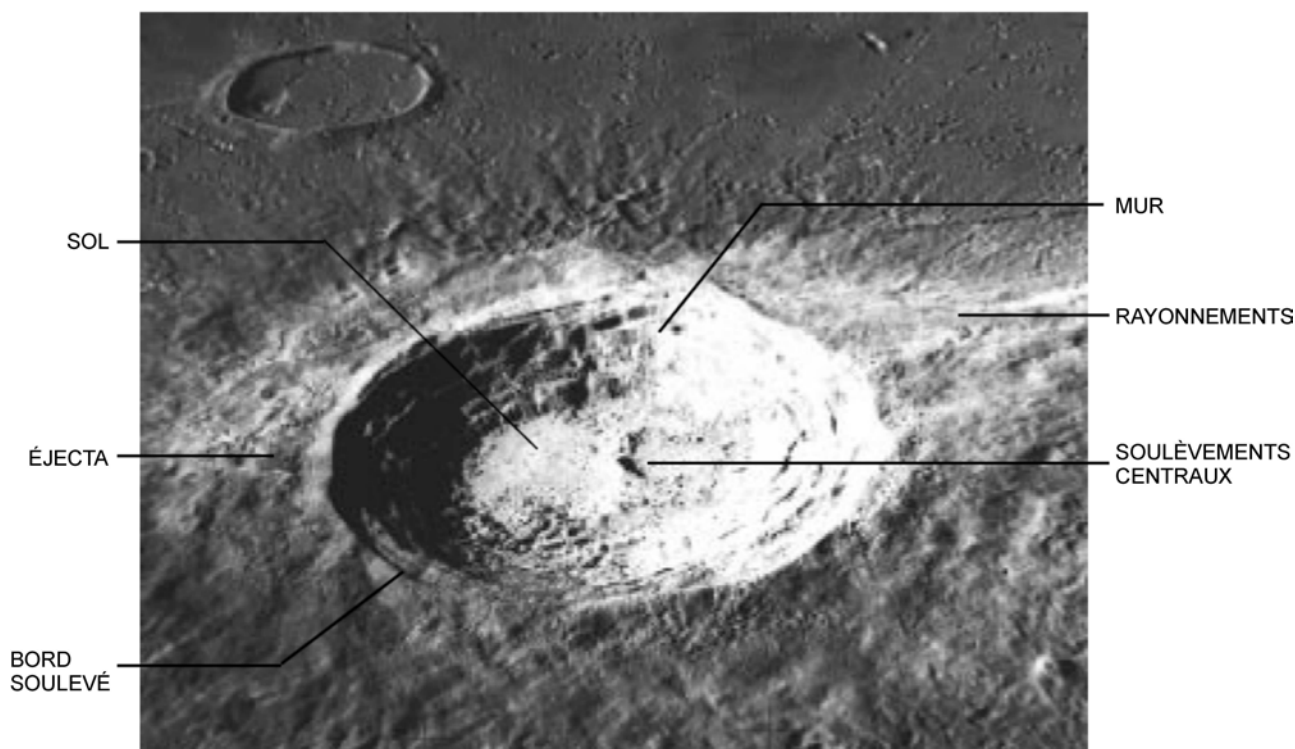

Figure 1 Les parties d'un cratère
Ce PE consiste à faire plusieurs cratères de tailles différentes. Signaler aux cadets les caractéristiques des cratères qu'ils créent, tel qu'illustré à la figure 1 (Cratère lunaire Aristarque de 42 km de diamètre situé à l'ouest de la mer des Pluies).
4. Demander aux cadets de mesurer les cratères produits puis de choisir un corps impacteur efficace pour l'exercice suivant (un corps impacteur efficace produira un maximum de rayonnements, de murs, un bord soulevé et un éjecta tel qu'illustré à la figure 1, mais il peut ne pas pouvoir produire de soulèvement central).